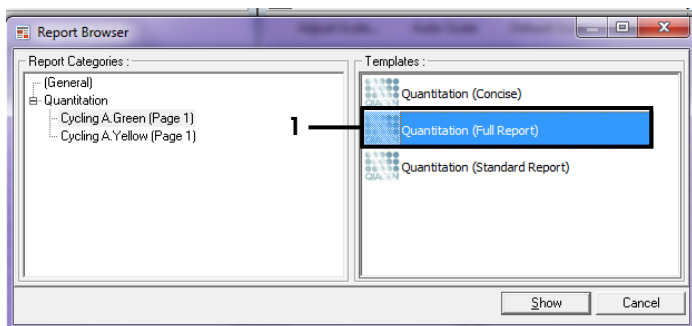

Abbildung 38. Vollständiger Quantifizierungsbericht (1).
11. Wählen Sie unter „Templates“ die Option „Quantitation (Full Report)“ (Quantifizierung [Vollständiger Bericht]) (siehe Abbildung 38).